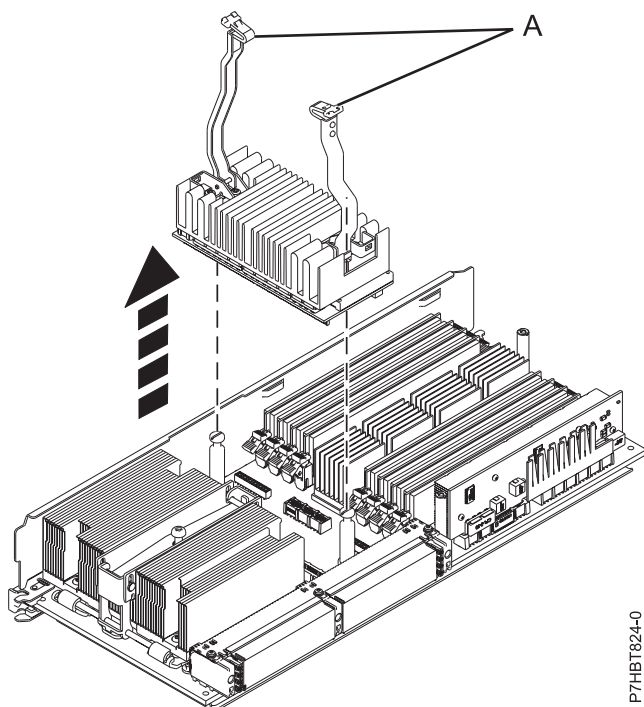

Figura 12. Extracción del módulo regulador de voltaje de procesador del sistema
- b. Levante ambos brazos reguladores de voltaje (A) al mismo tiempo hasta que se encuentren en posición vertical, como se muestra en la Figura 12 en la página 15.
- c. Tire cuidadosamente de ambos brazos (A), al mismo tiempo, para levantar el módulo regulador de voltaje de procesador del procesador del sistema.